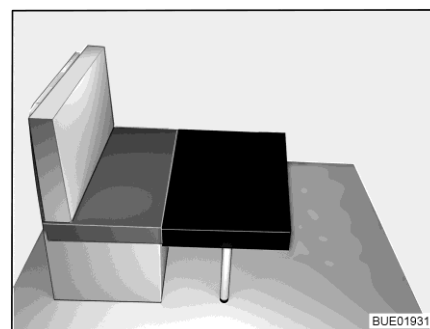

Bild 69 Umbau (1)
- Das kleine Zusatzpolster vor dem Sitzpolster der Sitzbank auf den Tisch legen (siehe Bild 69).